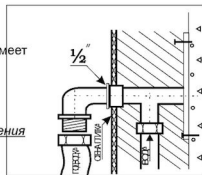

Рис.1.
- ✓ Устанавливается угольник с бортами (если коллектор в техническом шкафу имеет собственные вентиля) Рис.1